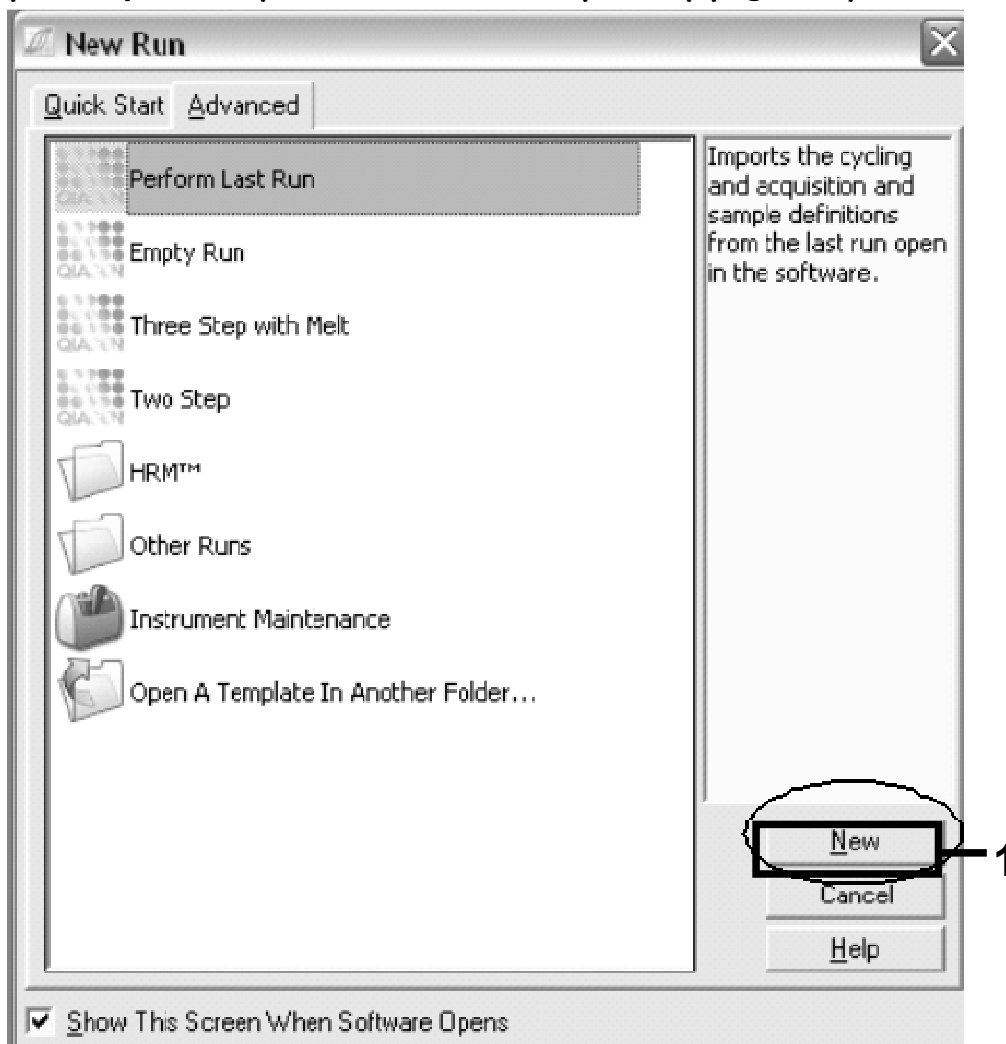

Figura 3. Finestra di dialogo "New Run".
11. Avviare il software Rotor-Gene. Nella finestra di dialogo "New Run" (nuovo processo), cliccare su "New" (nuovo) (Figura 3).